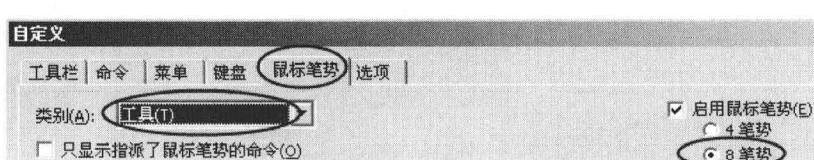

图1-7
(1) 选择菜单命令【工具】/【自定义】，打开【自定义】对话框，参数设置如图 1-7 所示。